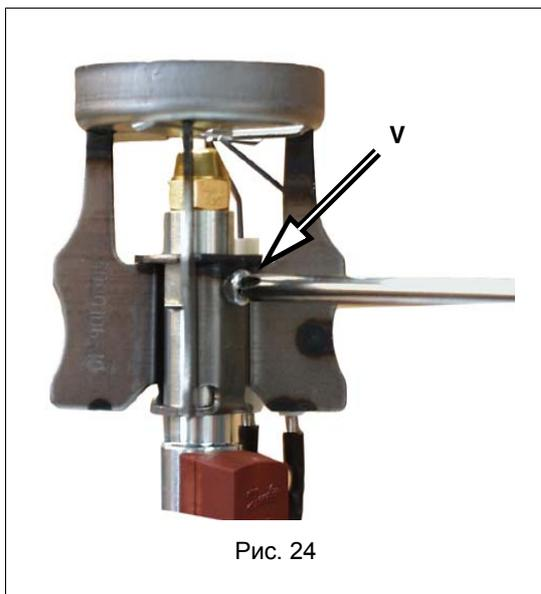
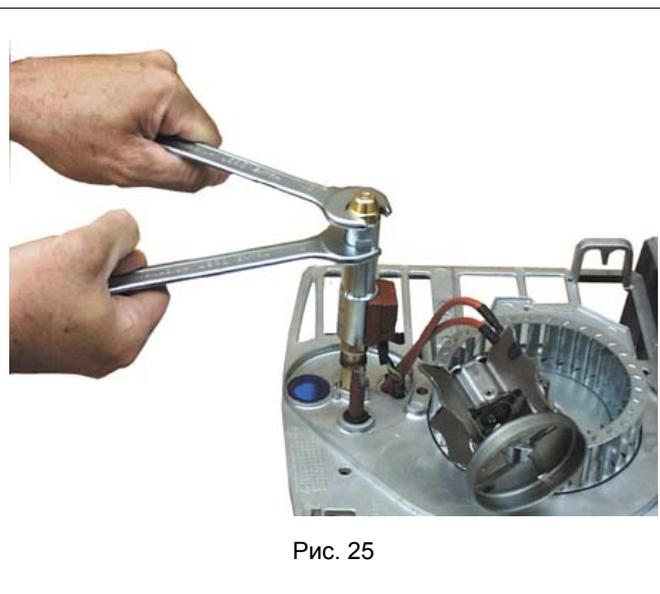

Рис. 24
Рис. 25
- 7 Отвинтить винт V, крепящий голову сгорания, и снять голову с держателя форсунки (Рис. 24 - Рис. 25).
**⚠ Установить на место голову сгорания, соблюдая, измеренный ранее, размер А, не забывая застопорить винт V (Рис. 24).**